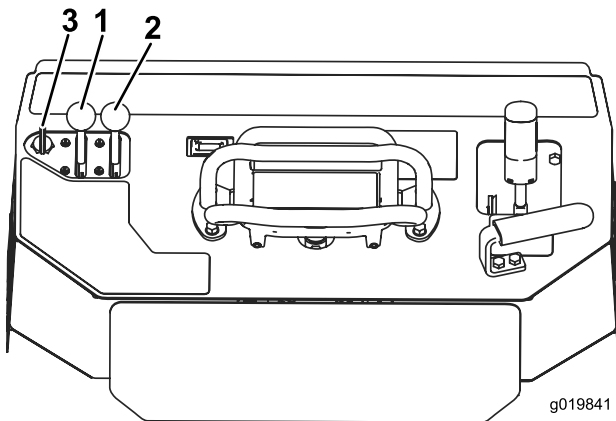

Figura 19
1. Mueva la palanca del acelerador a un punto intermedio entre las posiciones Lento y Rápido (Figura 19).
2. Mueva la palanca del estérter a la posición de Abierto (Figura 19).
3. Gire la llave a la posición de Conectado (Figura 19). Cuando el motor arranque, suelte la llave.
4. Mueva la palanca del estérter a la posición de Cerrado (Figura 19). Si el motor se cala o funciona de forma irregular, active el estérter otra vez hasta que el motor se caliente.
5. Mueva la palanca del acelerador a la posición deseada (Figura 19).
2. Mueva la palanca del acelerador a la posición de Lento (Figura 19).
3. Gire la llave a Desconectado (Figura 19).